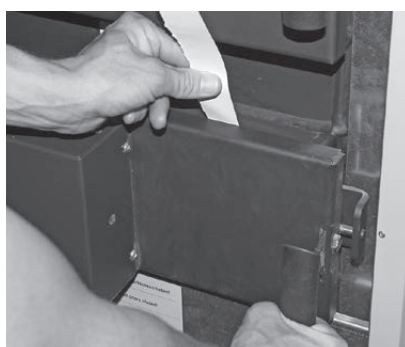

Fig. 23 Méthode des bandes de papier
- ▶ Contrôler l'étanchéité en employant la méthode des bandes de papier (Fig. 23). Pour ce faire, coincer des bandes de papier de 3 cm de large environ à différents endroits sur tout le périmètre et essayer de les retirer en tirant dessus. Si les bandes de papier ne peuvent pas être retirées, alors la porte est hermétique. S'il est possible de les retirer alors que la porte d'allumage est fermée, cette dernière n'est pas étanche à cet endroit > il faut la réajuster.